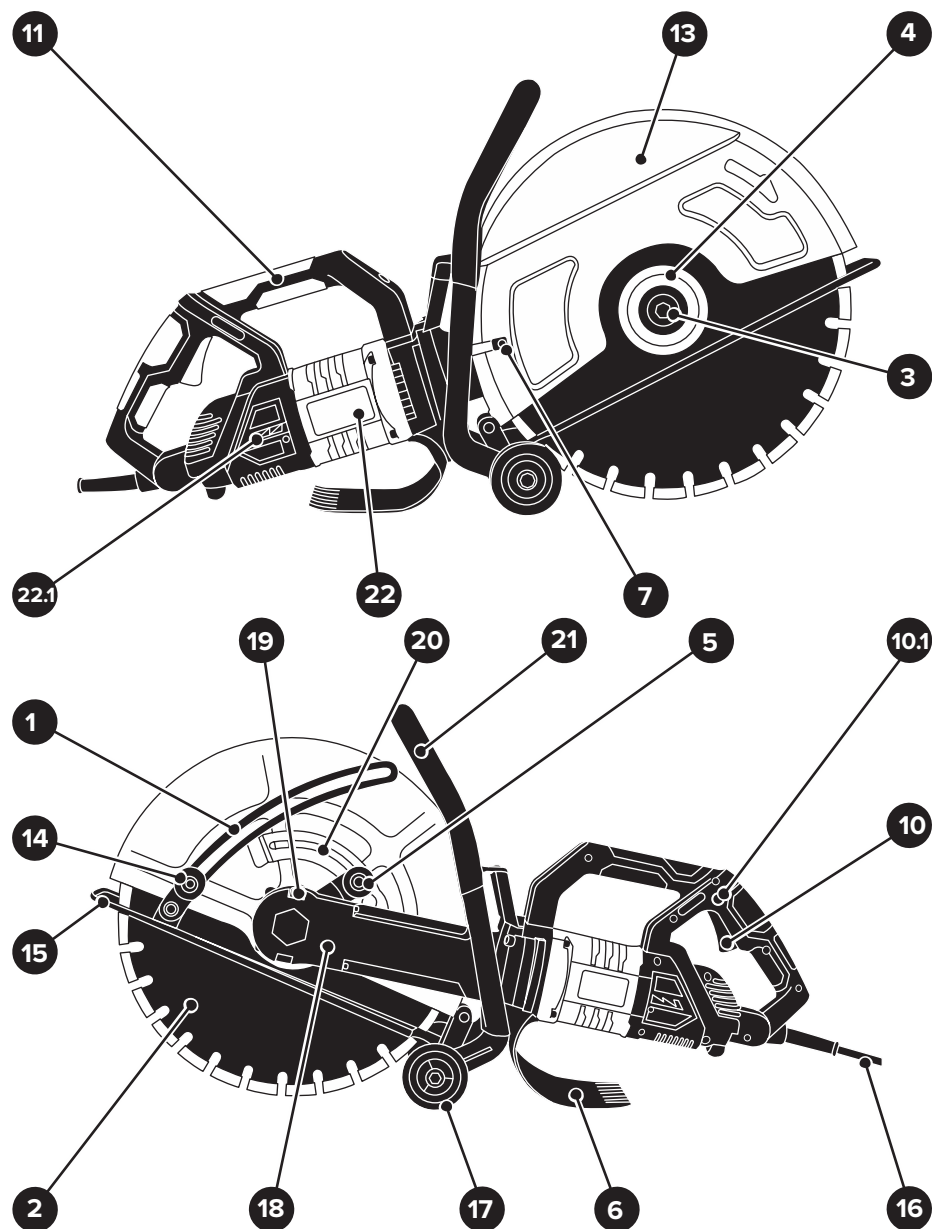

Рисунок 1 — Общий вид бетонореза
- Наденьте защитную маску и спецодежду, возьмите левой рукой бетонорез за переднюю рукоятку 21 (см. рис. 1). Вставьте вилку кабеля электропитания 16 в розетку электрической питающей сети (220 В, 50 Гц).
- Возьмите бетонорез за рукоятку заднюю 11 и одновременно нажмите на блокировочную кнопку 10.1 и на клавишу пуска 10 (см. рис. 1). Электродвигатель бетонореза включится, и абразивный круг 2 начнет вращаться с большой скоростью.
- Стопорение шпинделя для затягивания зажимного фланца при установке абразивного круга, осуществляется при помощи фиксатора 19 (см. рис. 1).
- Бетонорез снабжен насосом подачи воды (см. табл. 2) в зону резания алмазного отрезного круга 2, что используется при мокром способе работы. Подача воды в зону резания охлаждает алмазный отрезной круг 2 при работе, что предотвращает его перегревание. Система подачи воды состоит из насоса, трубки, клапана и форсунки 7 (см. табл. 2 и рис. 1). К бетонорезу должна подключаться трубка (шланг) от насоса подачи воды для охлаждения алмазного круга. Насос перед началом работы необходимо поместить в ведро с холодной водой.
• Общий вид бетонореза приведен на рис. 1. Рисунки в настоящей инструкции приведены для ознакомления пользователя с правилами безопасной эксплуатации бетонореза, и могут не отражать некоторые особенности его конструкции.